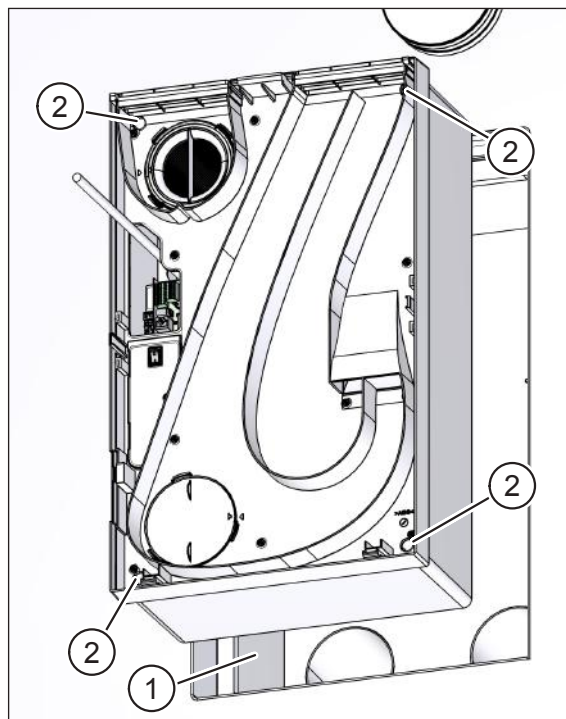

Рис. 37: прикрепить вентиляционную установку –
- ▶ Осторожно задвиньте вентиляционную установку до упора в монтажную коробку (поз. 1 на рис. 37).
- ▶ Закрепите вентиляционную установку четырьмя крестовыми винтами (поз. 2 на рис. 37). Винты при этом **слегка** затяните крест-накрест.